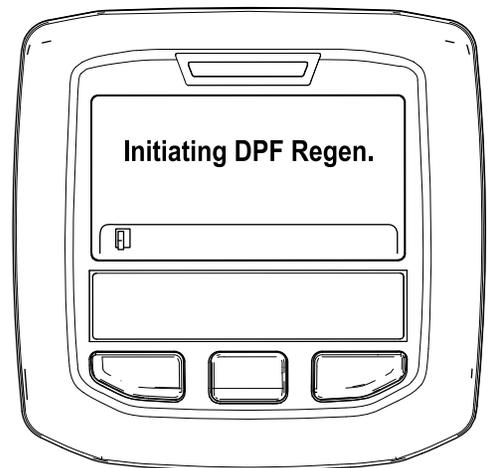

Figura 35
- A. Aparece el mensaje "Initiating DPF Regen." (Iniciando regeneración del FPD) (Figura 35).